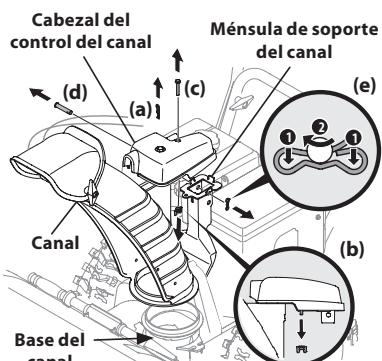

Figura 2-39
- Retire el pasador de chaveta (a), la tuerca de mariposa (b) y el tornillo hexagonal (c) del cabezal de control del canal. Extraiga el pasador de horquilla (d) y el pasador de chaveta con unión curva (e) de la ménsula de soporte del canal. Consulte Figura 2-39.